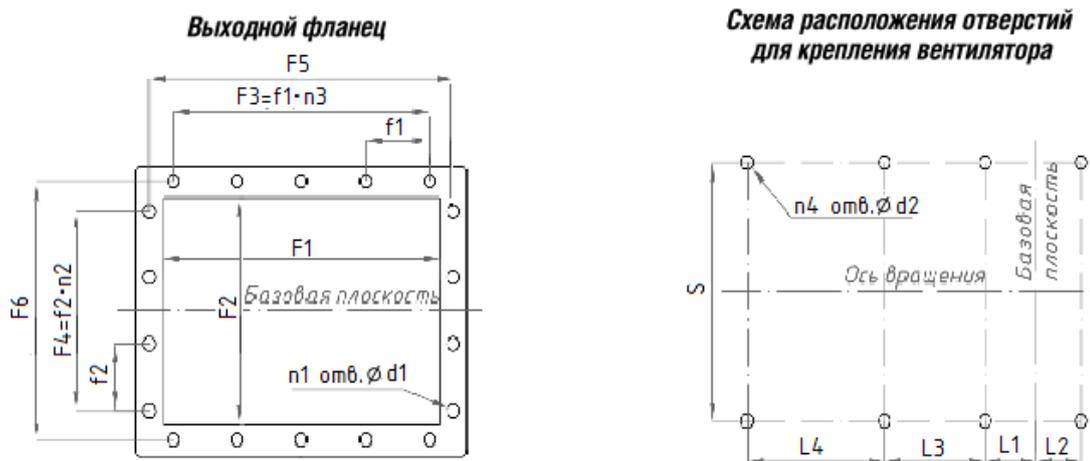

Рис.2. Габаритные и присоединительные размеры вентиляторов ВР 12-26
1.1.6. Аэродинамические характеристики вентиляторов при нормальных атмосферных условиях согласно ГОСТ 5976 соответствуют приведенным на рис. 2 – 13.